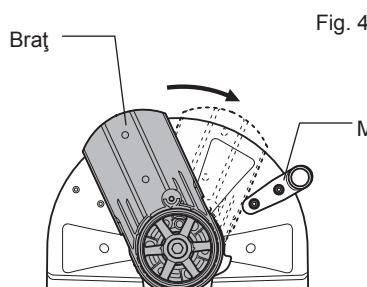

Fig. 4
- (6) Roțiți brațul până când intră în contact cu mânerul și reduseți manual știftul de blocare în poziția inițială. (Fig. 4)